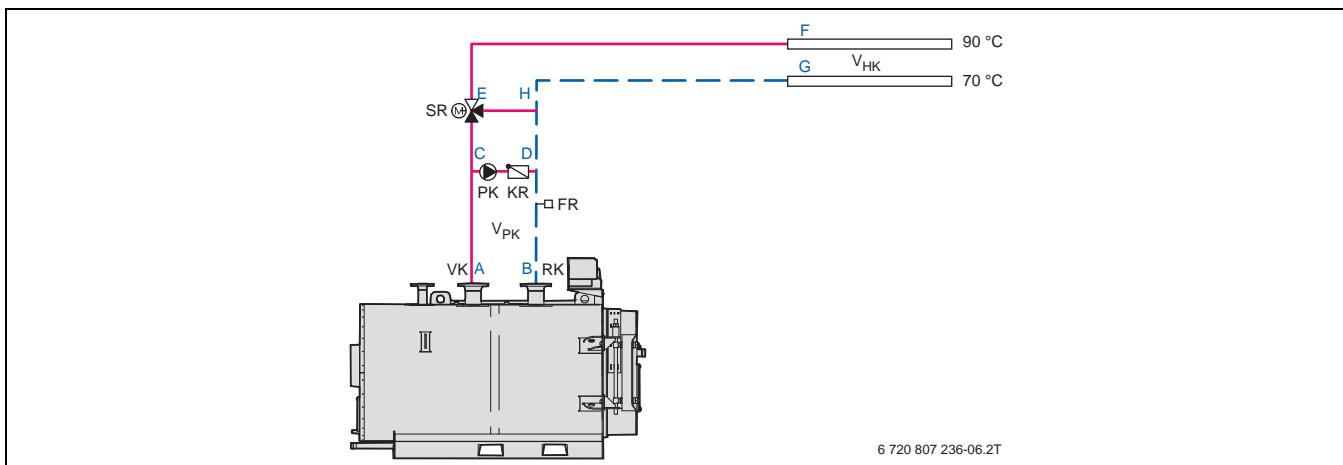

Рис. 26 Пример гидравлической обвязки системы с одним котлом Logano SK655 или SK755, в которой насос котлового контура установлен на байпасной линии
- местные сопротивления в котловом контуре (участок: A-C-D-B, → рис. 26)
- $V_{PK} = 34400$ л/ч (участок: C–D, → рис. 26)
(участки: C–F, D–G и E–H, → рис. 26)
(участки: A–C и B–D, → рис. 26)